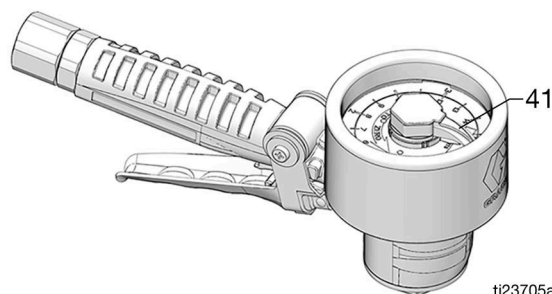

FIG. 9
Per evitare costosi danni al misuratore, non girare mai il puntatore del misuratore manuale (41) all'indietro (in senso orario) (FIG. 9).
1. Girare l'ugello twist-lock automatico (101) in senso antiorario per aprirlo. Inserire l'ugello nel ricettacolo dei fluidi e premere il grilletto (12).
2. Osservare il movimento del puntatore (41) sulla manopola del misuratore (37). Rilasciare il grilletto (12) quando la quantità di fluido desiderata viene erogata.
3. Girare il puntatore del misuratore (41) in senso antiorario su "0" prima di una nuova erogazione (FIG. 9).